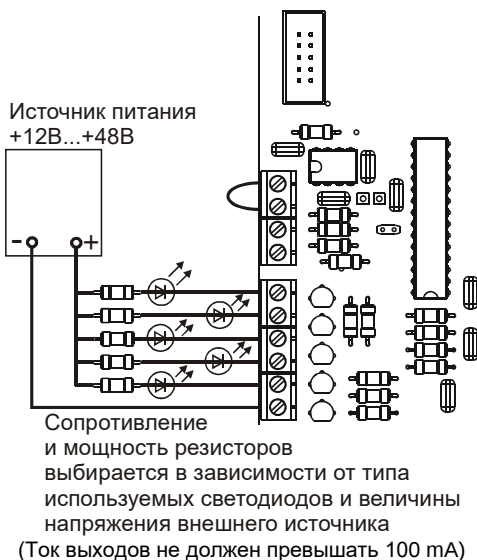
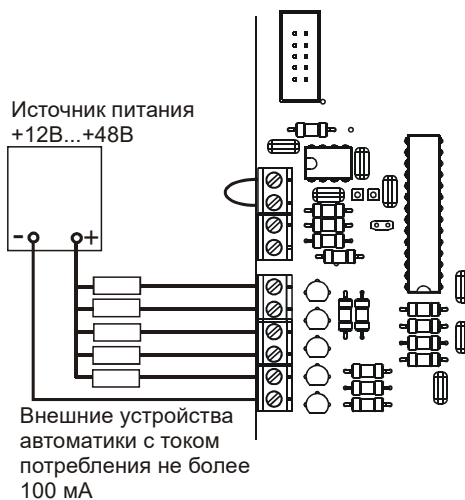

Рисунок 4.1 - Подключение внешних индикаторов
Рисунок 4.2 - Подключение внешних устройств автоматики
- подключить, при необходимости, к соответствующим контактам колодок (выходы типа «открытый коллектор») внешние цепи индикации или внешние устройства автоматики с током потребления до 100 мА (см. рисунок 4.1 и рисунок 4.2);